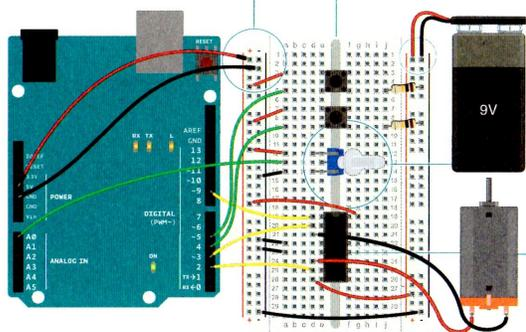

Fig. 2
- 4 Metti il ponte H sulla breadboard in modo che sia al centro (vedi la Fig. 2 per il dettaglio della posizione). Collega il piedino 1 del ponte H al piedino digitale 9 di Arduino. Questo è il piedino di abilitazione sul ponte H. Quando riceve 5V accende il motore, quando riceve 0V spegne il motore. Usa questo piedino per la modulazione di larghezza di impulso del ponte H e regolare la velocità del motore.